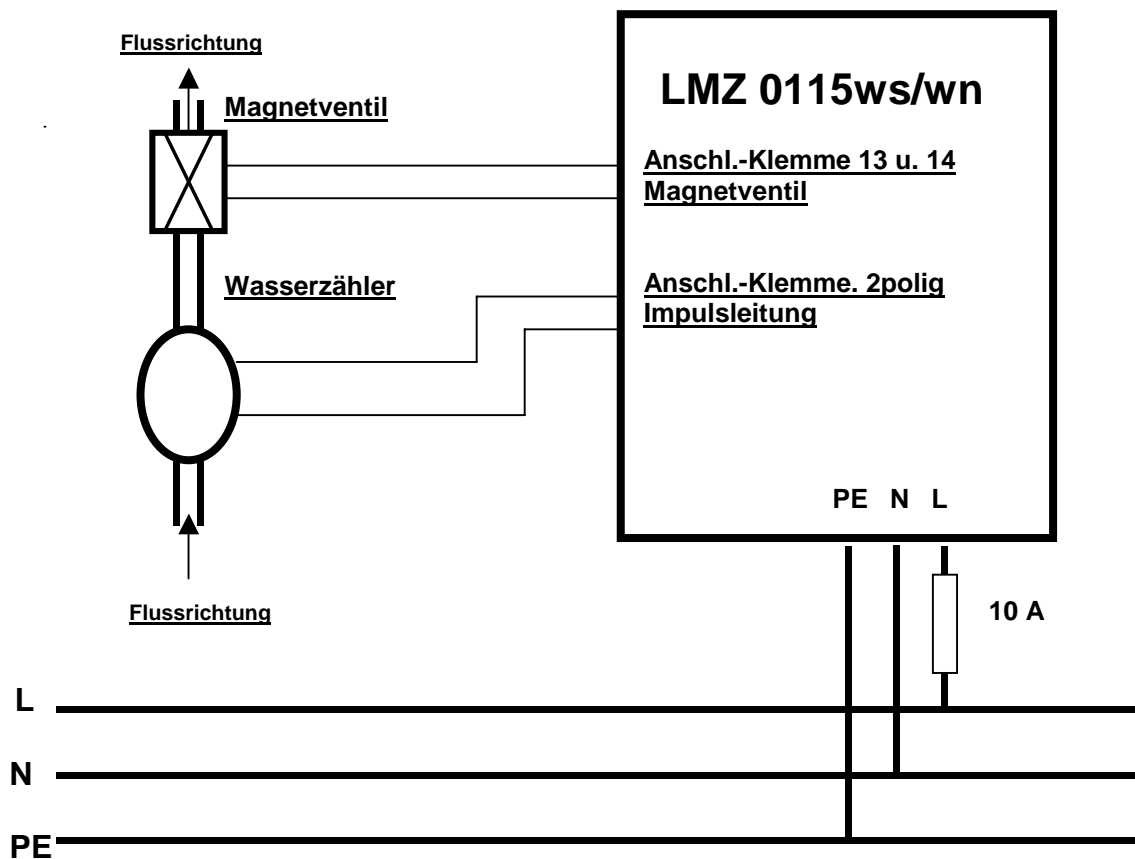

Abb.1 Anschlussbild für Verbrauchersabhängigen Münzzähler LMZ 0115 ws/wn
- Anschluss gem. entsprechendem Schaltbild herstellen. (Abb. 1)
9. Schaltbild Abb.1 und Maßbild Abb.2